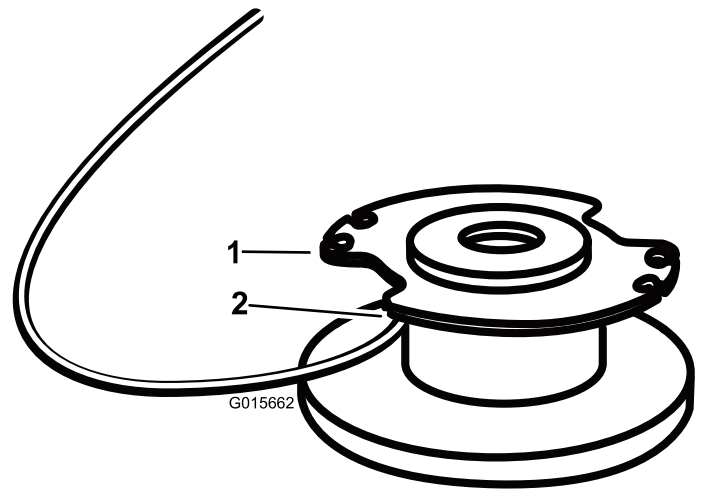

Figure 16
- Insérez le fil dans le trou d'ancrage en haut de la bobine (Figure 16). Enroulez le fil sur la bobine dans la direction indiquée par les flèches sur la bobine.